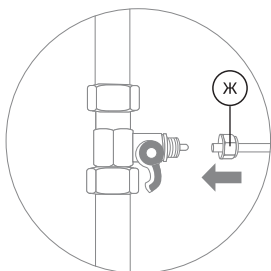
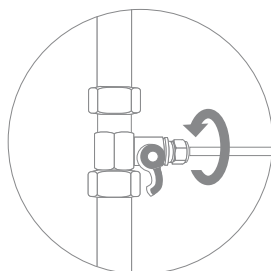

Рис. 13
Рис. 14
2. В гайку (Ж) проденьте зеленую пластиковую трубку, идущую на вход в фильтр (рис. 13). Конец трубки наденьте на штуцер адаптер-вентили до упора и плотно накрутите гайку (рис. 14).